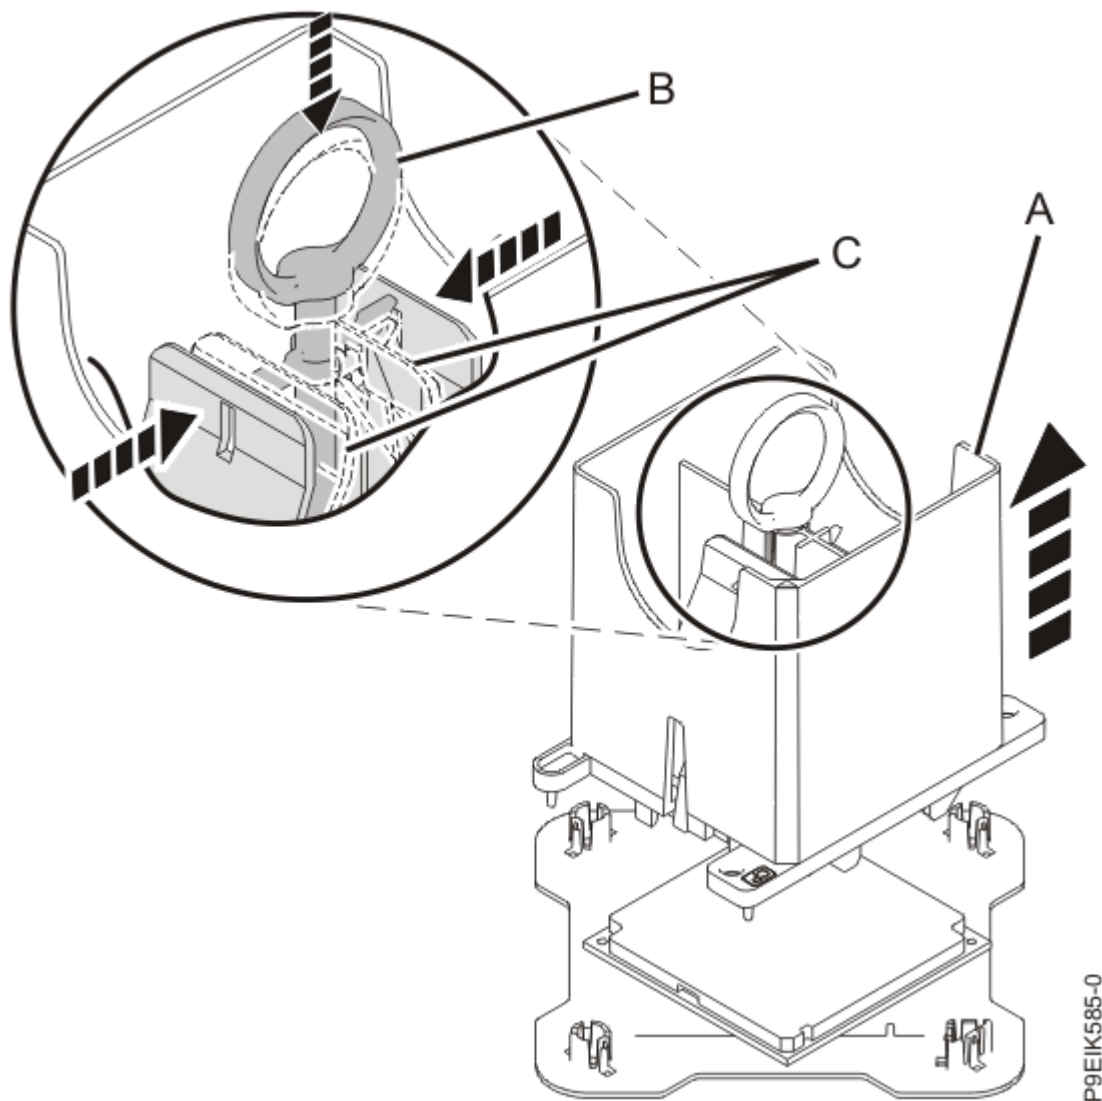

図 18. ツールからのシステム・プロセッサ・モジュールの解放
7. リング **(B)** を下に押して、システム・プロセッサ・モジュールを解放します。青色のタブ **(C)** を内側に押しながら、リング **(B)** を押し下げます (21 ページの図 18 を参照)。リングが青色のタブの開口部に収まり、青色のタブが固定した位置にロックされていることを確認します。